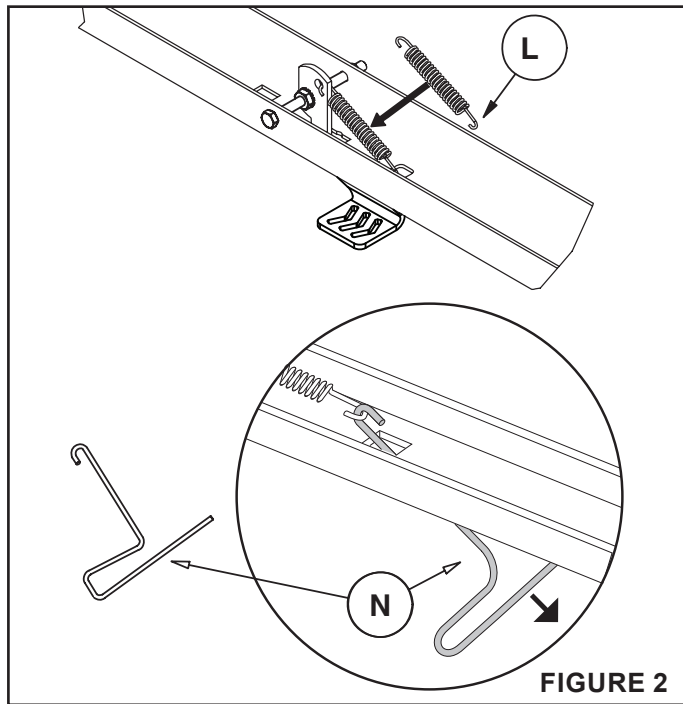

FIGURE 2
ÉTAPE 2 : (VOIR FIGURE 2)
- Installez l'extrémité courte en crochet du ressort d'extension (L) dans le trou ouvert du loquet de pédale (5).
- Insérez le tire-ressort (N) dans le trou carré du timon pivotant (7), tel qu'illustré ci-dessous.
- Accrochez le tire-ressort (N) à l'extrémité du ressort d'extension (L).
- Tirez sur le ressort jusqu'à ce qu'il puisse être accroché au trou carré. Retirez ensuite le tire-ressort (N).